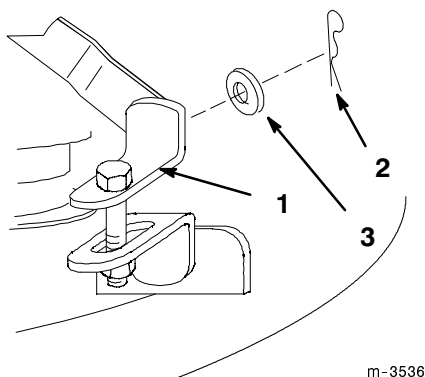

Figure 15
4. Enlevez la goupille fendue élastique de 1-7/16" et la rondelle de 3/8" sur la biellette réglable avant, puis déposez-la du bras de relevage avant (Fig. 15).